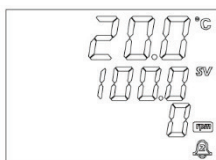

Рисунок 22
9.3. Отображается символ тревоги 2 (Рисунок 22).